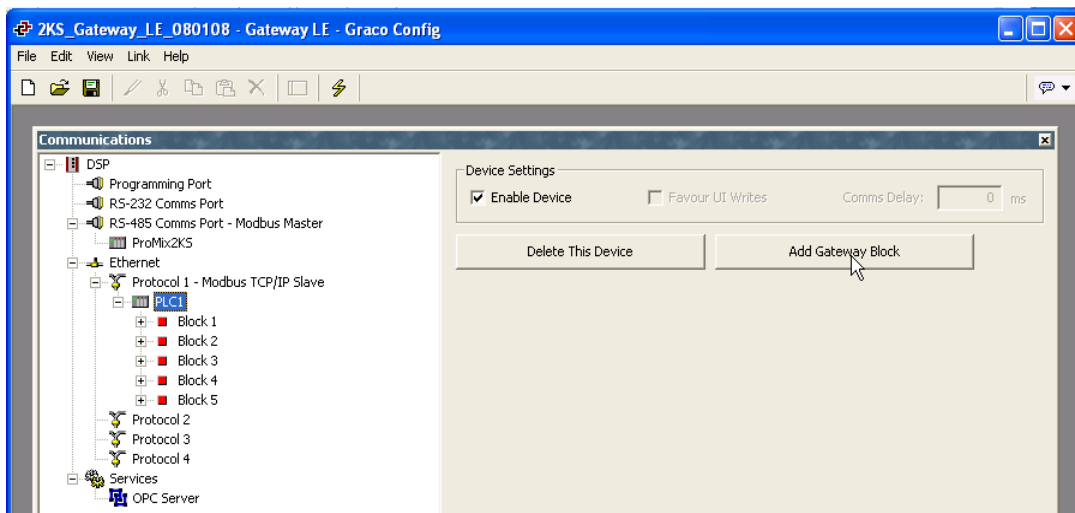

FIG.22: Aggiunta dei blocchi Gateway
4. Vedere la FIG.22. Aggiungere i blocchi Gateway necessari per ogni dispositivo.